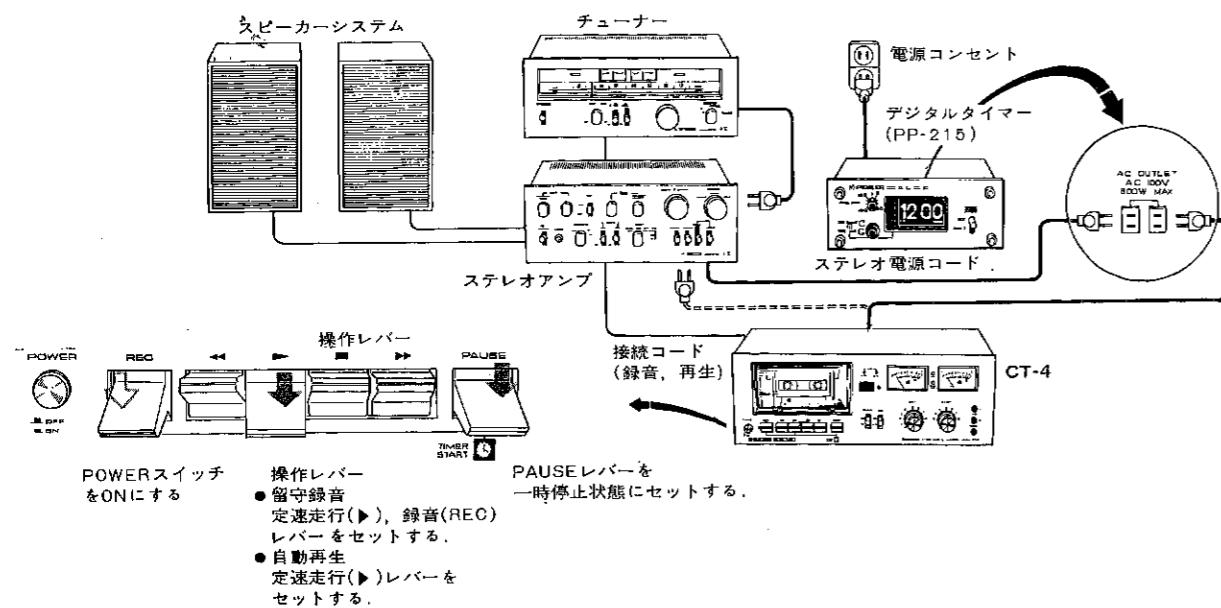

図11
1. 図11のように、CT-4とステレオシステムの電源コードをPP-215Aにつなぐ。